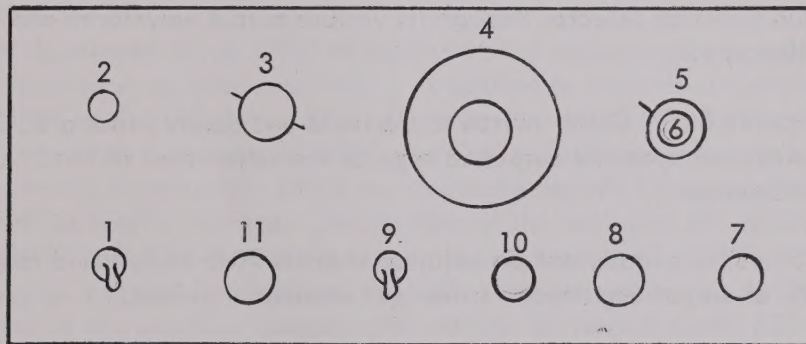

Fig. 3.1.1 Front Panel
3.1.0 FRONT PANEL FAMILIARITY (fig. 3.1.1)